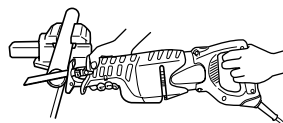

Fig. 20
- (1) Fixer solidement la pièce avant de procéder. (Fig. 20)
- (2) Pour la coupe de métaux, utiliser de l'huile de machine appropriée (huile de turbine, etc.). Si l'on n'utilise pas d'huile de machine liquide, appliquer de la graisse sur toute la surface de la pièce.